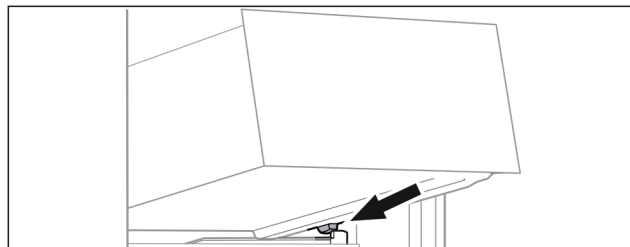

Fig. 67
- Nasad'te zásuvku šikmo za zarážkami na rebro nádoby. (pozri Fig. 67)